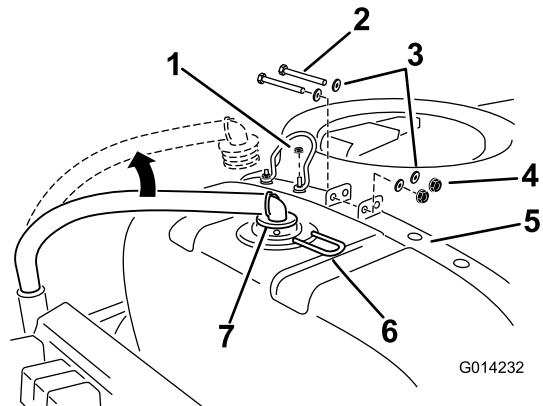

Bild 7
5. Schließen Sie den Zulaufschlauch hinten und oben am Hauptbehälter ab (Bild 7).